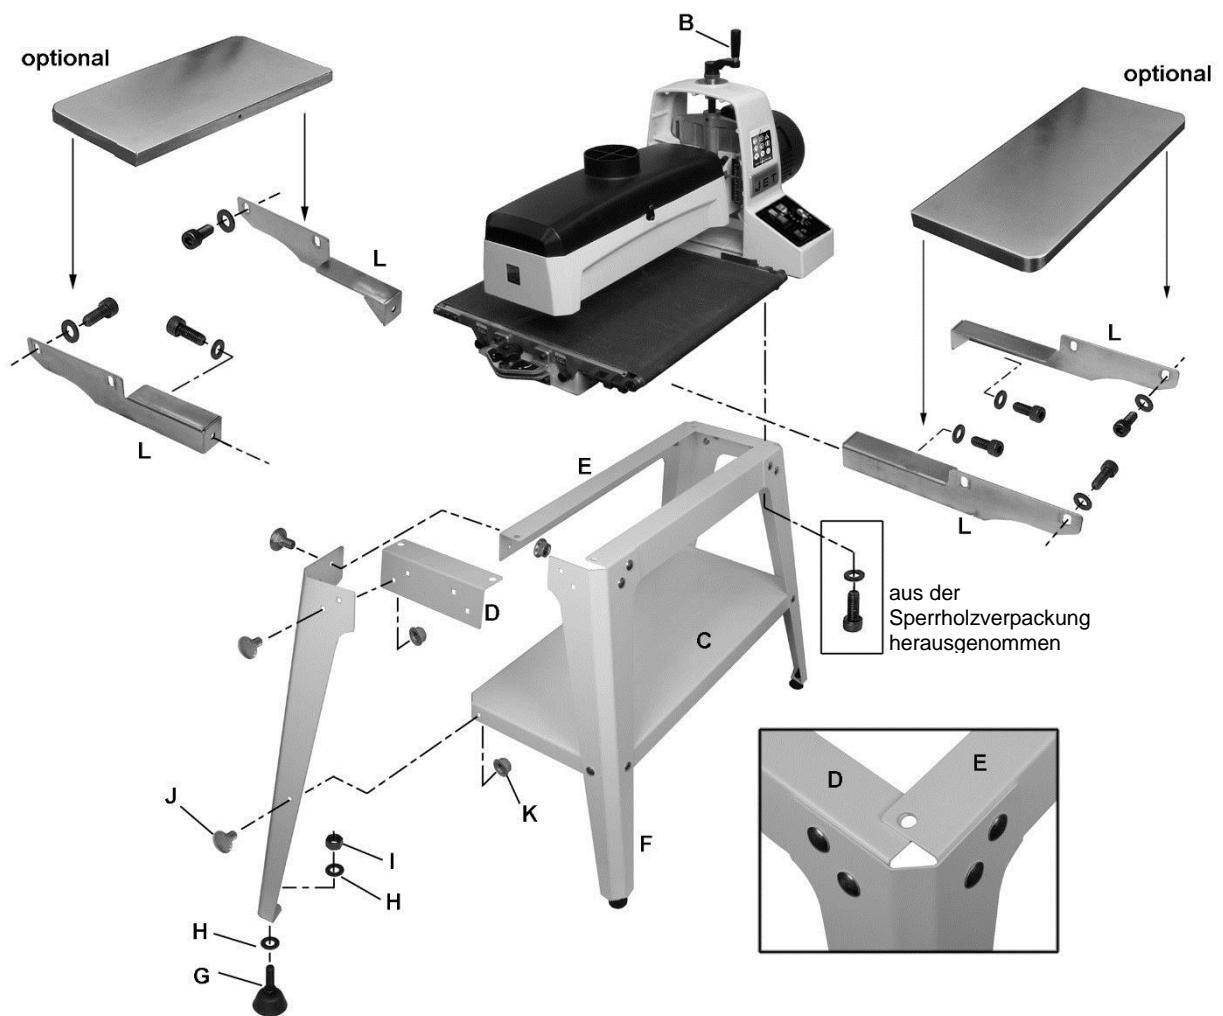

Abb. 6-3: Montagezeichnung
(Siehe die Abb. 6-3. Ist eine weitere Klarstellung erforderlich, den Abschnitt mit der Aufschlüsselung und Erläuterung der Komponenten und Bauteile am Ende dieses Handbuchs lesen.)
8. Die Standbeine (F) unter Verwendung der Schlossschrauben (J) und den Bund-Sicherungsmuttern (K) an der Außenseite der kurzen Schienen anbringen. *Schrauben nur handfest anziehen.*
9. Die langen Schienen (E) auf der Innenseite der Standbeine und an der Oberseite der kurzen Schienen (D) anbringen. *Schrauben nur handfest anziehen.* HINWEIS: Der Flansch der langen Schiene überlappt sich mit dem Flansch der kurzen Schiene. Siehe das Einsatzbild, Abb. 6-3.
12. Die Nivellierfüße (G) jeweils in die untere Öffnung der Standbeine einsetzen und mit den flachen Unterlegscheiben und Sechskantmuttern sichern.
5. Die Zustelltisch- und Auslauftisch-Halter (L, Abb. 6-3) mithilfe von M8x16-Innensechskantschrauben und flachen Unterlegscheiben in den Gewindebohrungen des Sockels anbringen. Sicherstellen, dass der linke Halter und der rechte Halter wie in der Abbildung gezeigt korrekt ausgerichtet sind. Die Halter müssen bündig am Sockel ausgerichtet sein. HINWEIS: Die langen Halter müssen vorne (Zustelltisch) und die kurzen Halter hinten (Auslauftisch) angebracht werden.